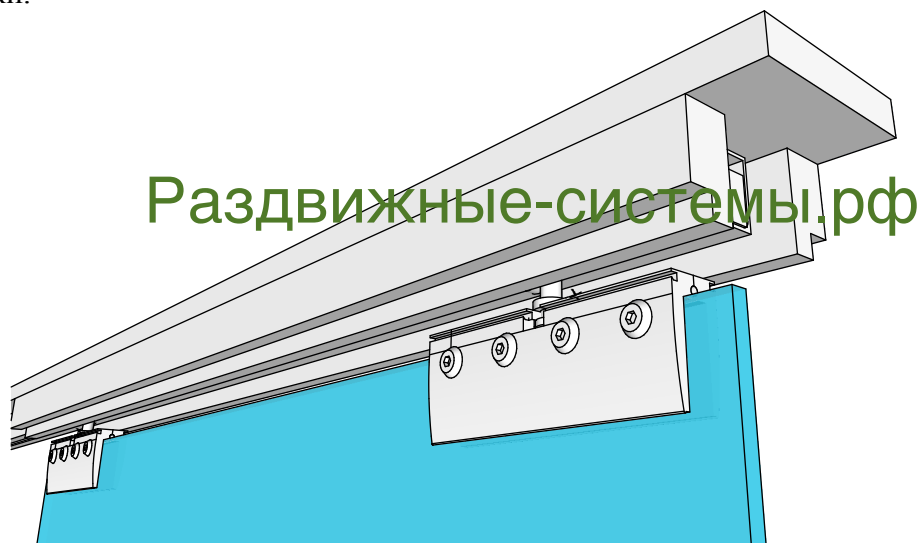

Рисунок 12
8. Монтаж дверного полотна (Рис.12).